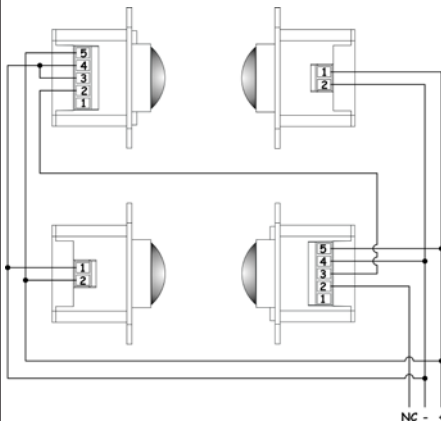

Fig. 11
- Due coppie di fotocellule come sicurezza (Fig. 11).